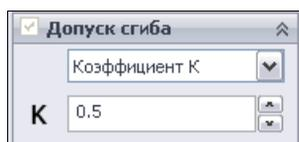

Рис. 4.3
5. В разделе **Допуск сгиба** (рис. 4.3) выберем тип допуска сгиба и величину.